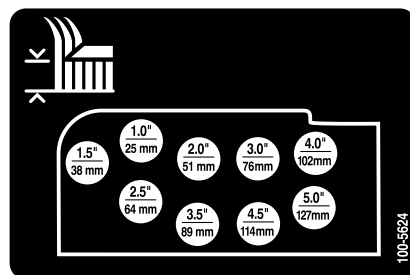

Figura 20
9. Monte las cadenas de altura de corte en el taladro de altura de corte deseado con el pasador y el pasador de horquilla (Figura 20).